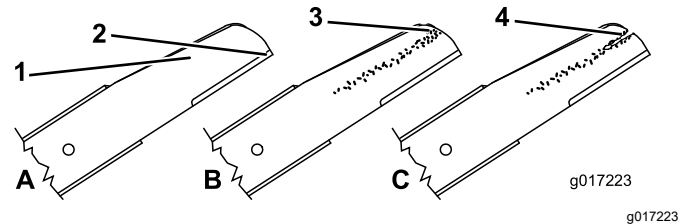

Bild 39
1. Untersuchen Sie die Schnittkanten (**Bild 39**). Bauen Sie die Schnittmesser aus und schärfen oder tauschen sie aus, wenn die Kanten nicht scharf sind oder Kerben aufweisen.
2. Prüfen Sie die Schnittmesser, insbesondere den gebogenen Bereich (**Bild 39**). Wenn Sie Schäden, Verschleiß oder Rillenbildung in diesem Bereich feststellen, sollten Sie sofort ein neues Schnittmesser einbauen.